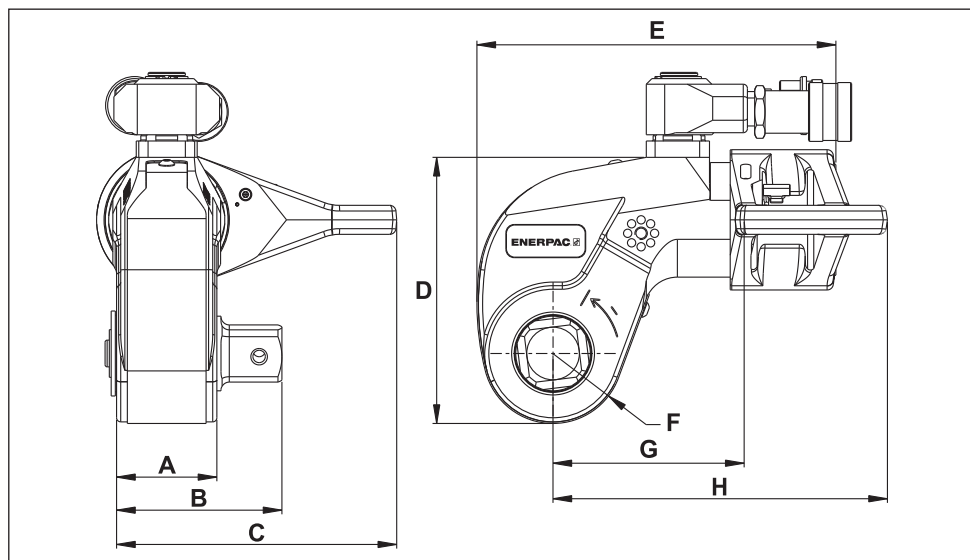

Fig. 28
6.1 Kapasiteter, mål og ytterligere produktdata (Fig. 28)